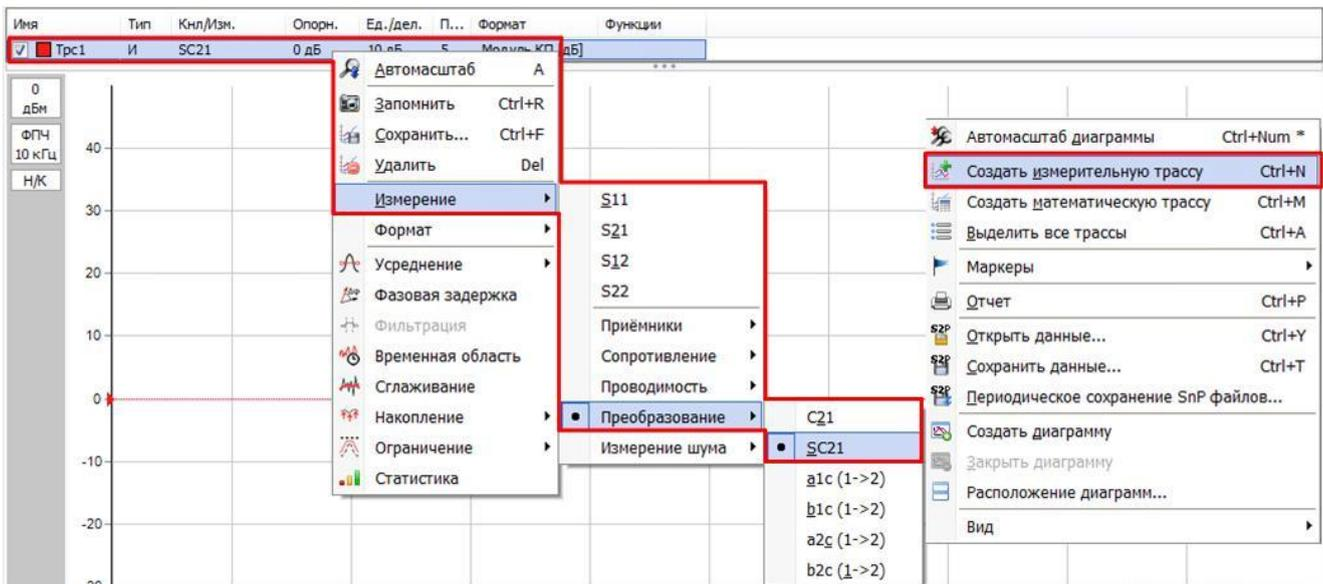

Рис. 26. Создание измерительной трассы для коэффициента преобразования  $SC_{21}$
12. Создать измерительную трассу для коэффициента преобразования  $SC_{21}$ , рис. 26;